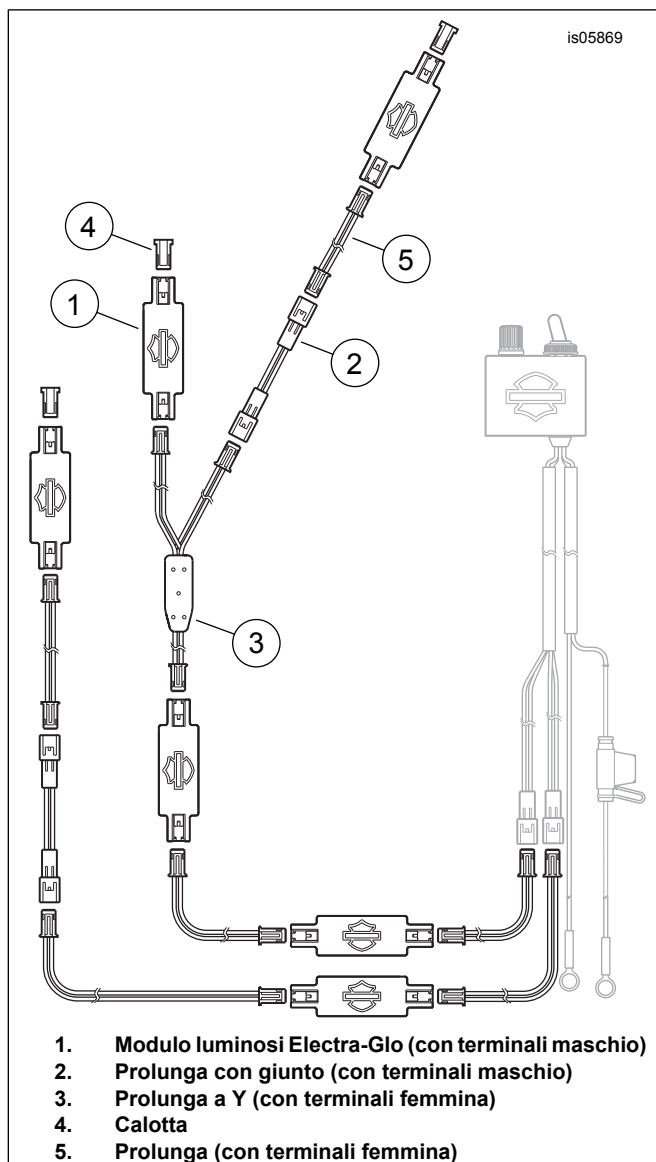

Figura 1. Disposizione dei moduli luminosi (esempio)
2. vedere Figura 1. Combinare prolunghe (5), prolunghe a Y (3), prolunghe con giunto (2) e calotte (4) come desiderato per assemblare un circuito in serie con i moduli luminosi (1) nei punti selezionati.